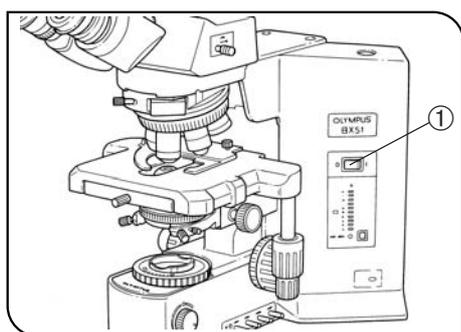

Abb. 1
(Abb. 1)
5. Zur Vermeidung von elektrischen Schlägen oder Verbrennungen beim Auswechseln der Glühlampe zunächst den Hauptschalter ① ausschalten („O“) und anschließend das Netzkabel aus der Wandsteckdose ziehen. Wenn die Glühlampe während oder kurz nach Gebrauch des Gerätes ausgewechselt wird, das Lampenhaus und die Glühlampe vor dem Berühren auskühlen lassen. (Abb. 1)